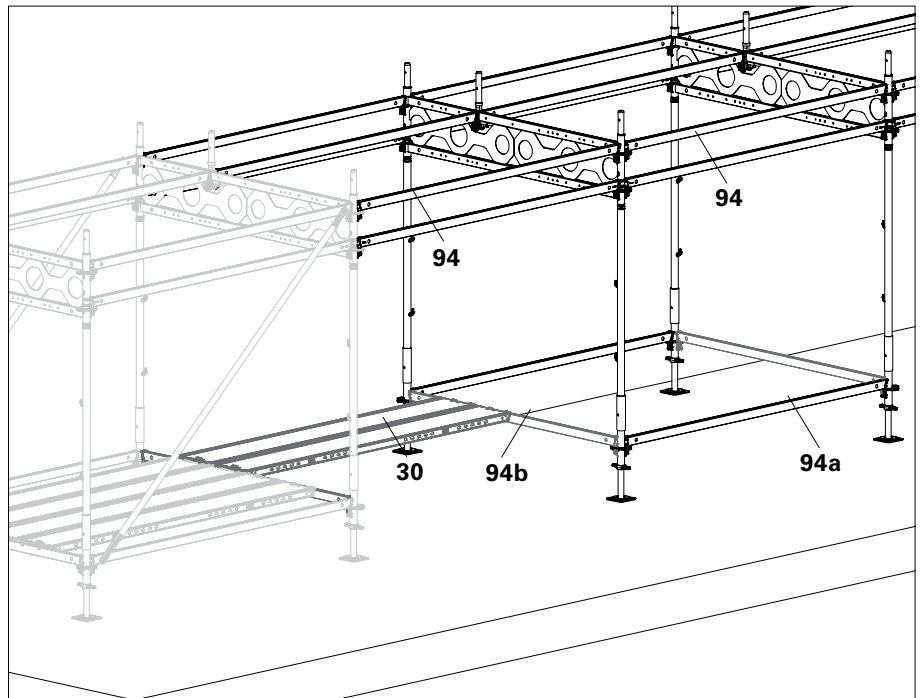

Abb. D5.06
1. Weitere Rahmenzüge aufstellen und mit Horizontalriegeln UH Plus (94) aussteifen. Siehe Arbeitsschritt erstes Feld aufstellen.
4. Als Montagehilfe in Basislage Horizontalriegel UH Plus (94b) montieren und Beläge (30) einhängen. (Abb. D5.06)